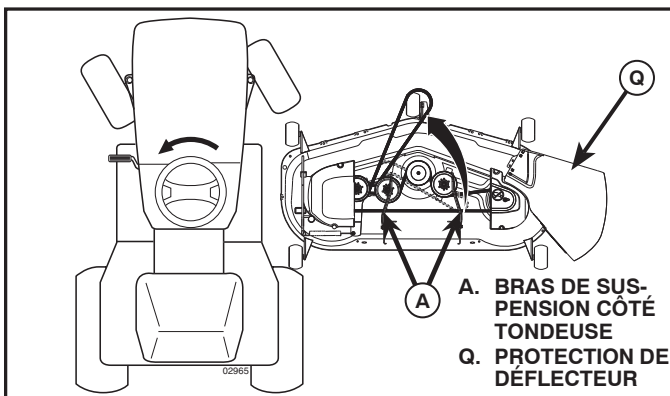

Fig. 29
4. GLISSER LA TONDEUSE SOUS LE TRACTEUR (Voir la Fig. 29)